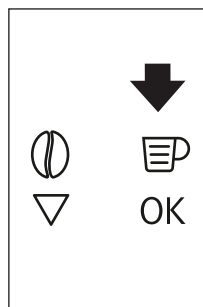
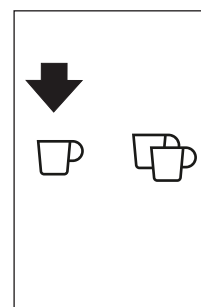
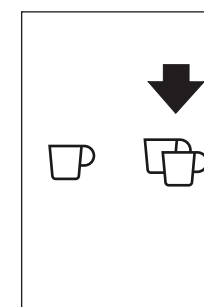

Abb. 18
Abb. 19
Abb. 20
- ▶ Drücken Sie das Symbol (B5) (Abb. 18), um den Kaffeetyp auszuwählen: Espresso, kleine Tasse, mittlere Tasse, große Tasse, Becher. Drücken Sie die Sensortaste ☐ (B10) (Abb. 19), wenn Sie eine Tasse Kaffee, bzw. die Sensortaste ☐☐ (B11) (Abb. 20) wenn sie zwei Tassen Kaffee zubereiten wollen. Das Gerät mahlt die Kaffeebohnen und der Kaffee wird in die Tasse ausgegeben. Wenn die eingestellte Menge Kaffee ausgegeben wurde, stoppt das Gerät die Abgabe automatisch und der Kaffeesatz fällt in den Kaffeesatzbehälter.